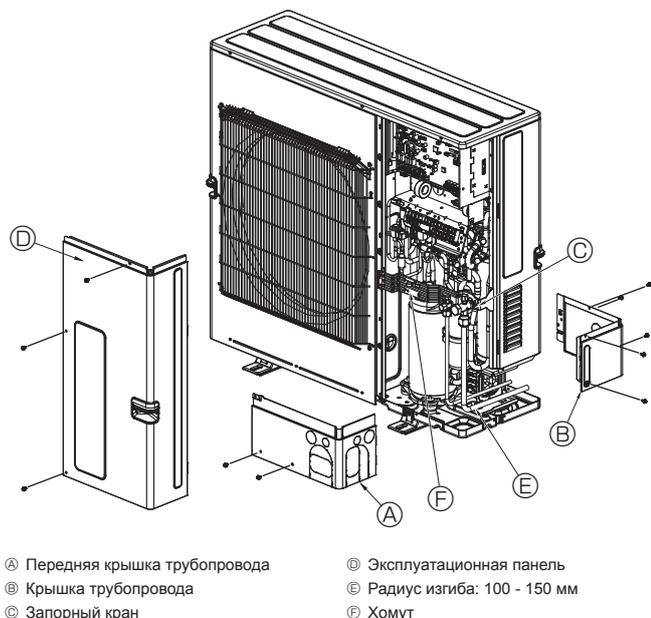

Fig. 4-10
4.3. Прокладка труб хладагента (Fig. 4-10)